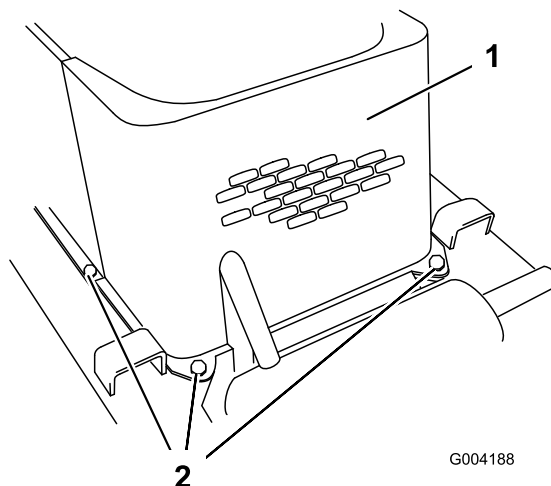

Figura 30
5. Retire los 4 pernos que sujetan la rejilla delantera al bastidor (Figura 30).